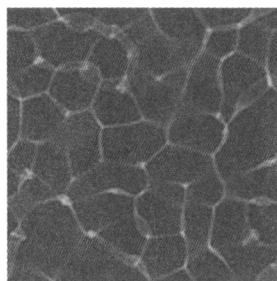

Рис. 22.2. Ячейки света, которые можно увидеть, плавая в бассейне, если, нырнув, открыть глаза и взглянуть снизу на поверхность воды
- дрожащие ячейки света, которые можно увидеть, если посмотреть сверху на море или бассейн или, нырнув, открыть глаза и взглянуть снизу на поверхность воды (рис. 22.2);